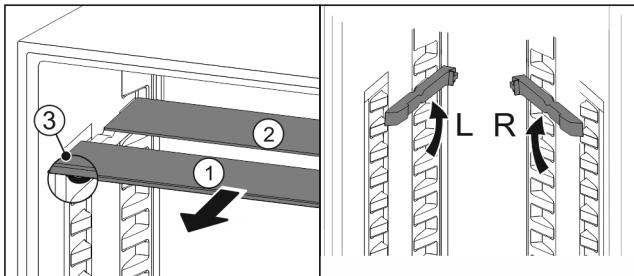

Fig. 69
- ▶ Steklene plošče posamično izvlecite Fig. 69 (1) naprej.
- ▶ Steklena plošča Fig. 69 (1) z okrasno letvijo je spredaj.
- ▶ Zaustavljalniki Fig. 69 (3) so obrnjeni navzdol.